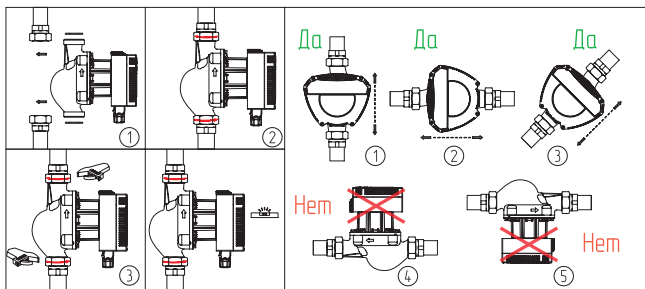

Рис.5 Установка насоса
• При установке насоса на трубопровод следует использовать 2 уплотняющих прокладки на входе и выходе насоса (см. Рис.5).
• В момент установки насоса вал должен находиться в горизонтальном положении (см.Рис.5).